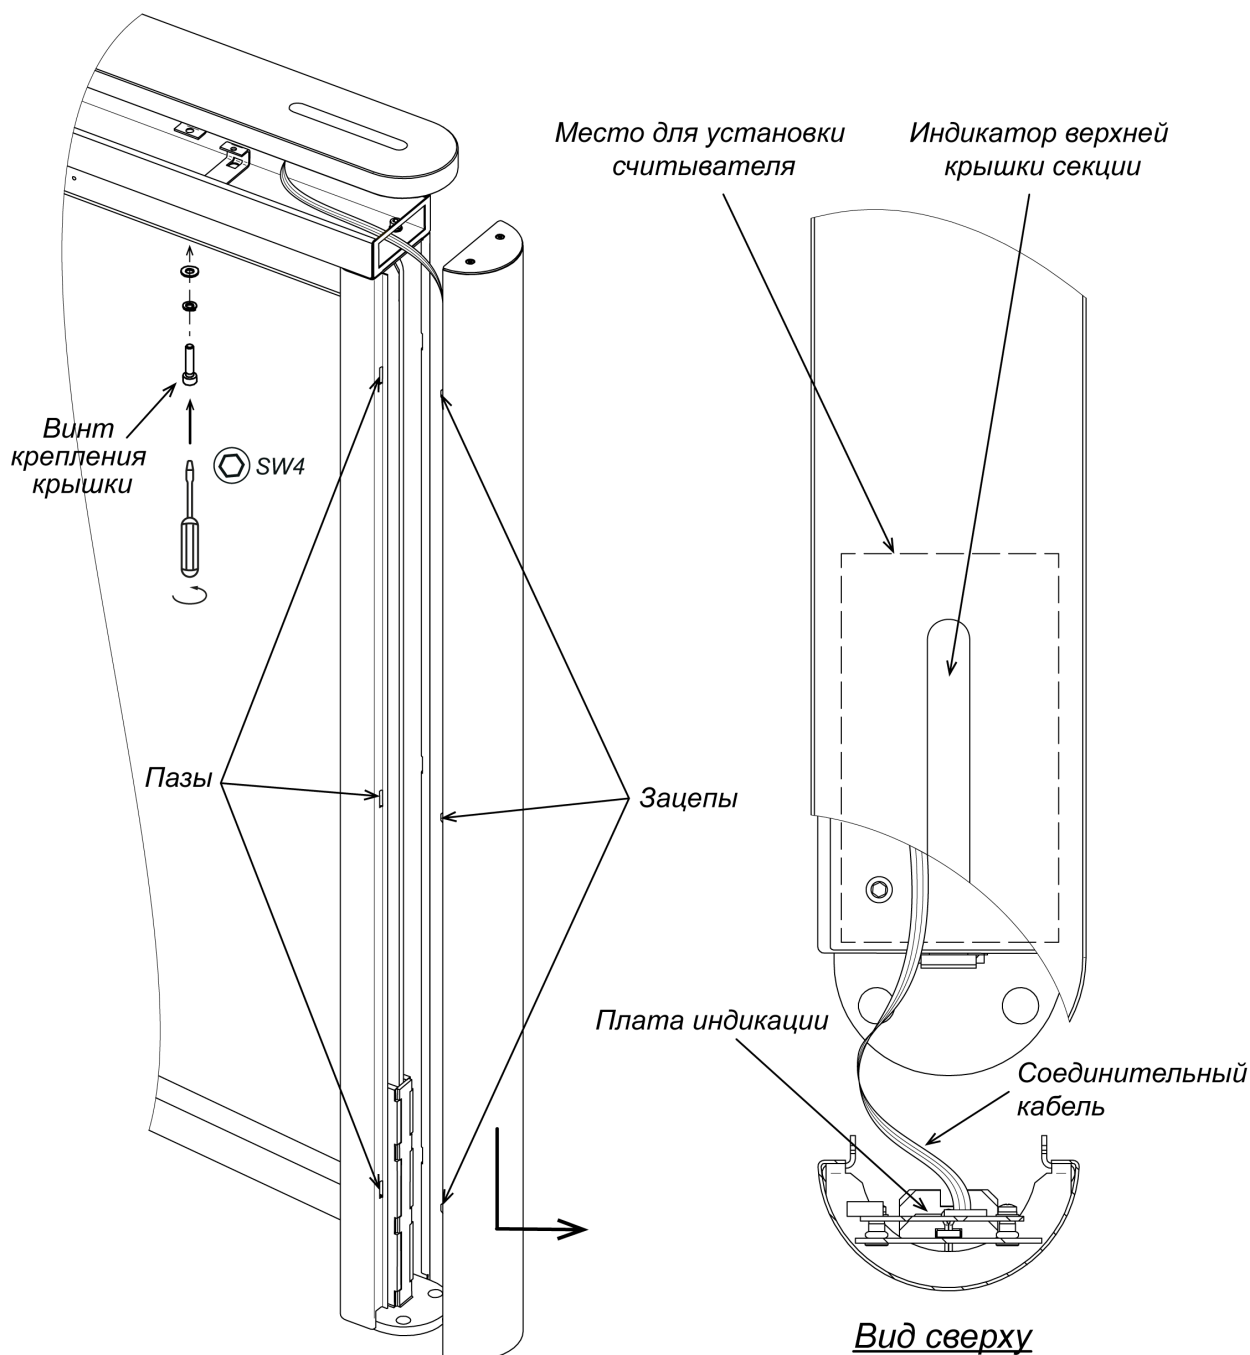

Рисунок 20. Снятие передней панели боковой стойки
21. При необходимости произведите монтаж считывателей карт доступа в верхнем корпусе секции (см. рис. 20).
Для снятия передней панели боковой стойки (10) – сдвиньте ее вдоль стойки вниз и затем на себя, выводя зацепы панели из пазов в боковой стойке (см. рис. 20). Осторожно, не повредите соединительный кабель! Отсоедините разъем соединительного кабеля от платы индикации.
- Подключите соединительный кабель от модуля управления индикацией (разъем "PASS", рис. 20) к плате индикации.
- С помощью ключа шестигранного SW4 закрутите четыре винта M4×16 с плоскими и пружинными шайбами из комплекта поставки через отверстия в нижней части верхнего короба секции (см. рис. 20).